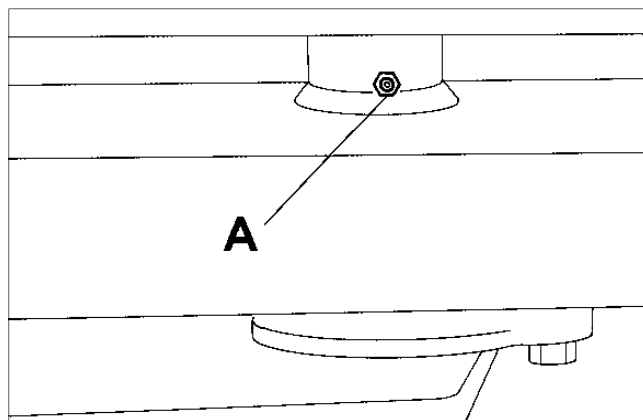

Fig.32
- (c) Bagakslens midterspindel (A Fig. 32).
- e) Bakaxelns mittapp UA fig. 32)